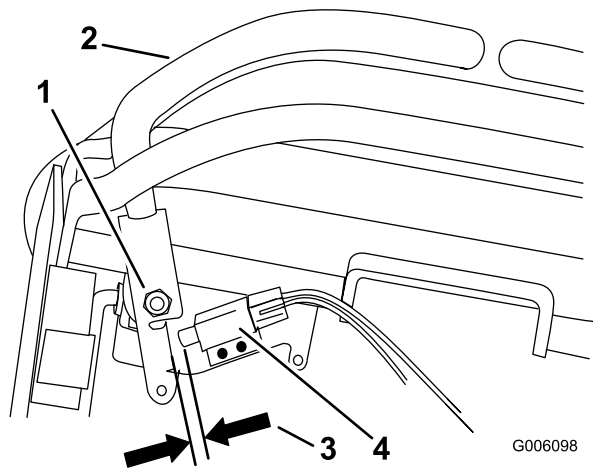

Figura 45
10. Compruebe la distancia entre la palanca de control y el interruptor, según se muestra en Figura 45. Debe ser de 3 mm.